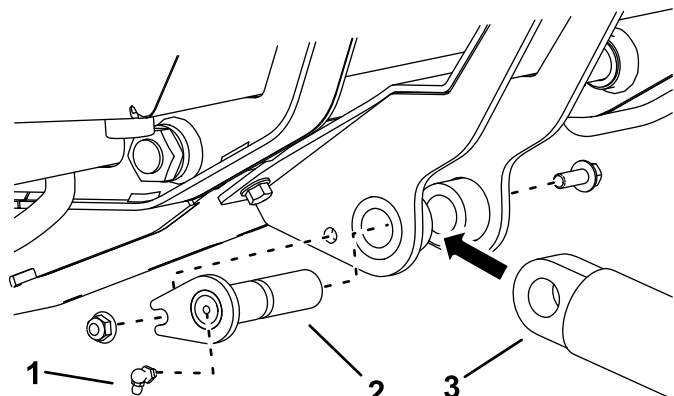

Bild 6
7. Befestigen Sie das lose Ende des Hydraulikzylinders mit dem Zylinderbefestigungs-Lagerbolzen, der Schraube (3/8" x 1") und Mutter (3/8") an der Zylinderstütze, wie in Bild Bild 6 abgebildet.
8. Führen Sie einen Schmiernippel in das Ende des Lagerbolzens, wie in Bild Bild 6 dargestellt.